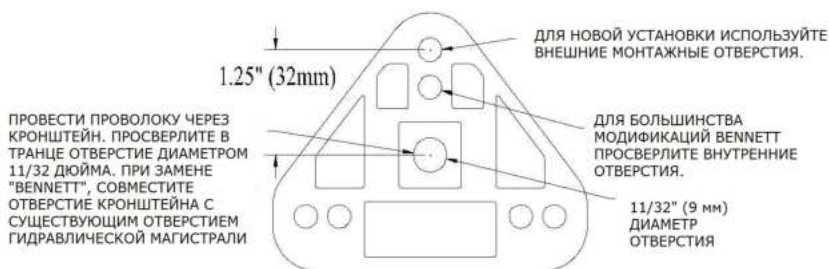

Рис. 3
3. Для новой установки пробейте или просверлите 3 крайних отверстия в верхнем монтажном кронштейне актуатора. Для модернизации Bennett пробейте самые внутренние монтажные отверстия верхнего кронштейна в соответствии с существующим рисунком отверстий Bennett (см. рис. 3).
7. Используйте рис. 3 в качестве схемы, чтобы просверлить отверстие диаметром 11/32 дюйма (9 мм) для прохода кабеля актуатора через транец. Другим вариантом было бы просверлить отверстие такого же размера в верхней точке входа на транце и использовать герметик.